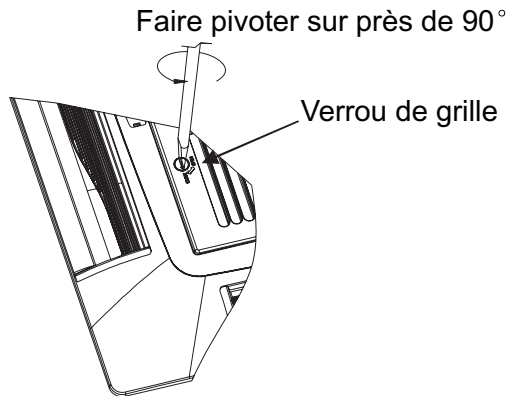

Figure 22
1. Pour ouvrir la grille, faites pivoter le verrou de la grille dans le sens inverse des aiguilles d'une montre, de la position horizontale à la position verticale. (figure 22)